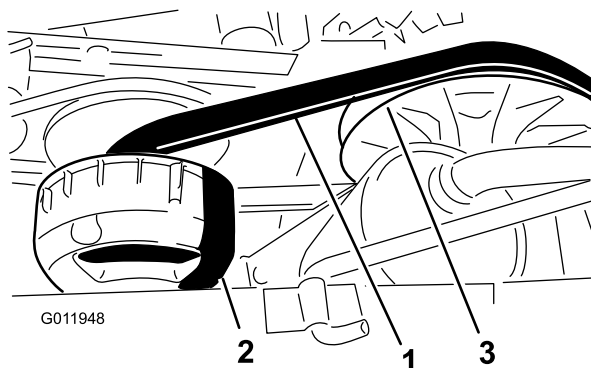

Figura 63
4. Rode e verifique se a correia (Figura 63) apresenta sinais de desgaste ou se está danificada.
6. Rode e coloque a correia sobre a embraiagem secundária (Figura 63).
3. Rode e coloque a correia sobre a embraiagem secundária (Figura 63).
4. Retire a correia da embraiagem primária (Figura 63).
5. Alinhe a nova correia sobre a embraiagem primária (Figura 63).